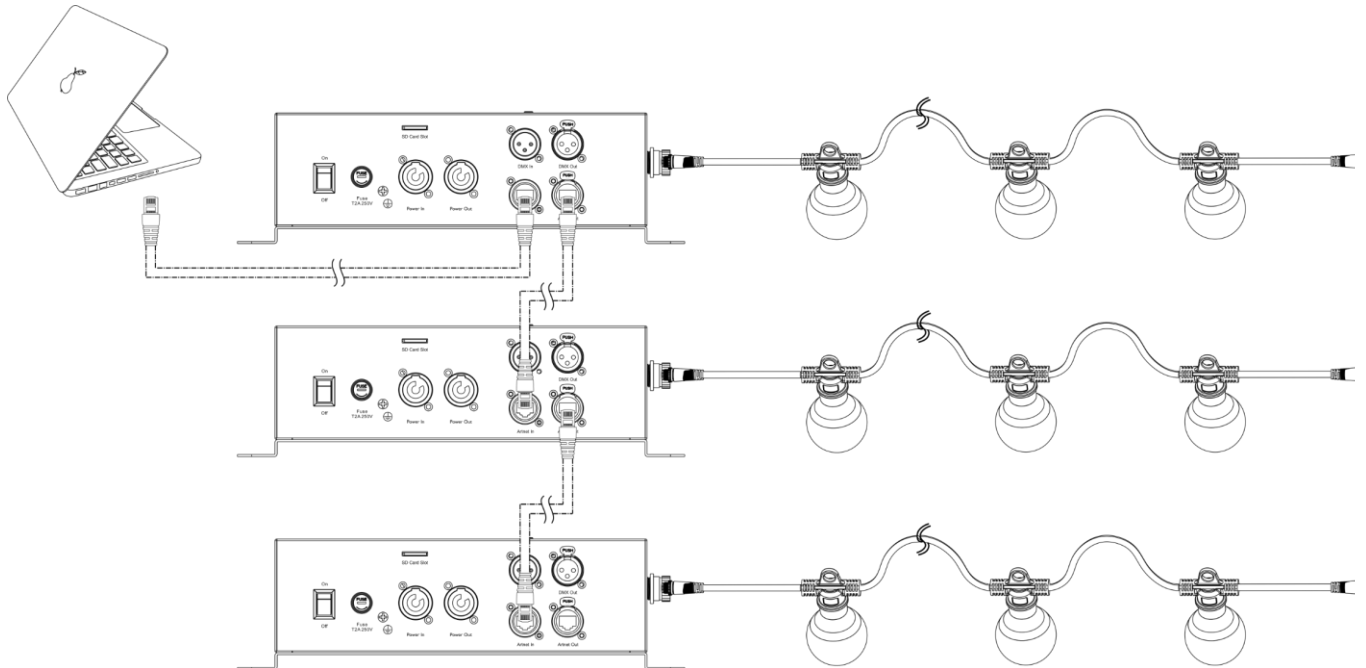

Fig. 08
- 05) Collegare le unità come indicato nella Fig. 08. Collegare la presa RJ45 "out" della prima unità alla presa "in" della seconda unità, servendosi di un cavo CAT-5/CAT-6. Ripetere questo processo per collegare il resto delle unità.